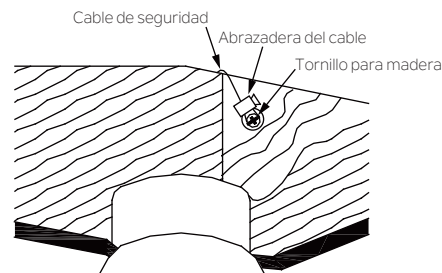

Figura 12
Paso 2. Inserte el cable de seguridad a través del soporte de montaje y uno de los orificios de la caja de salida en el techo. Tire del cable adicional a través de la abrazadera del cable para ajustar la longitud del cable de seguridad para alcanzar el tornillo para madera y la arandela plana hasta que la longitud total sea adecuada, vuelva a colocar el extremo del cable a través de la abrazadera del cable, formando un lazo en el extremo del cable. Apriete firmemente la abrazadera del cable. Ahora, coloque el lazo en el extremo del cable de seguridad sobre el tornillo para madera y debajo de la arandela plana. Apriete firmemente el tornillo para madera. (Figura 12)